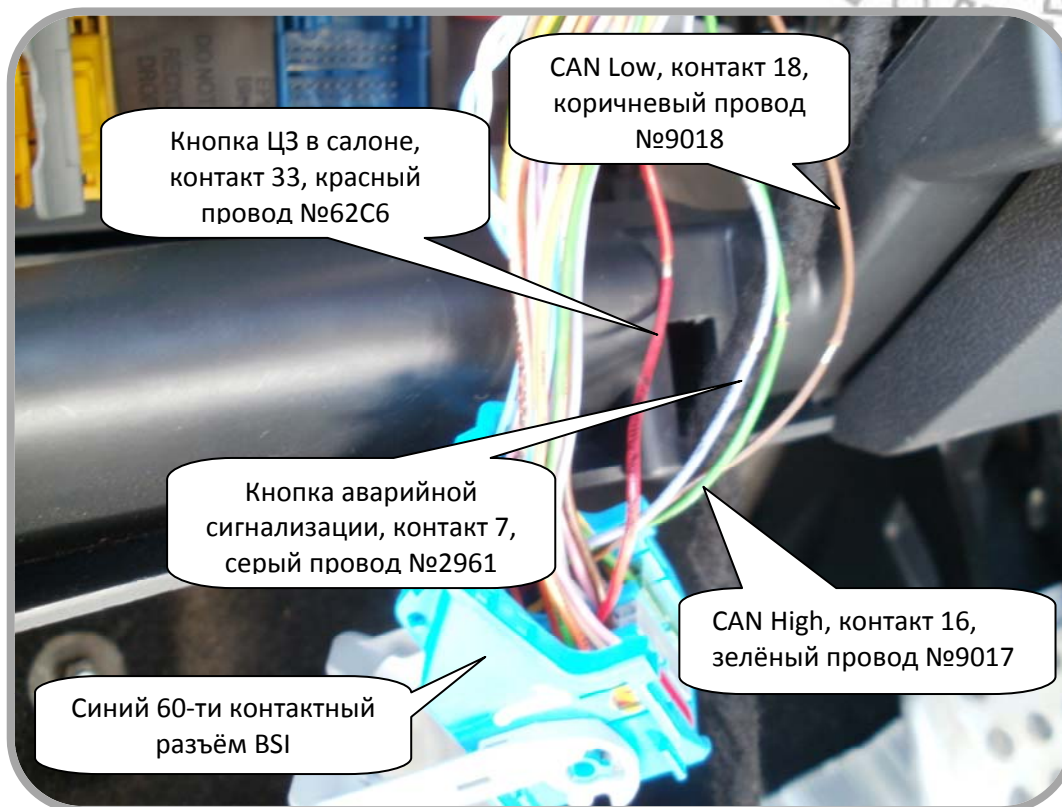

Рис. 2: Подключения к CAN шине BODY, аварийной сигнализации и управлению закрытием ЦЗ по кнопке.
- синий провод CAN-LOW разъема CN13 системы Scher-Khan Logicar 4 соединить с проводом CAN-LOW (коричневый провод №9018) контакта №18 синего 60-ти контактного разъема на блоке BSI (см. рис. 2).
Для управления аварийной сигнализацией предлагается использовать подключение дополнительного канала 7 разъема CN13 (белый провод) системы Scher-Khan Logicar 4. Его нужно соединить с серым проводом №2961 контакта 7 синего 60-ти контактного разъема BSI. Чтобы не было наложения моргания штатной аварийки и аварийки от системы можно установить функцию 2-1 в значение 2. (См. рис. 2).
На автомобиле с функцией бесключевого доступа для закрытия ЦЗ используется подключение к кнопке управления ЦЗ на центральной консоли автомобиля. Для этого черный провод разъема CN13 системы Scher-Khan Logicar 4 подключить к красному проводу 62C6 контакта 33 синего 60-контактного разъема BSI (см. рис. 2). Для открытия используется подключение к розовому проводу №84F0 контакта 19 желтого 60-контактного разъема BSI (подача «+» с помощью встроенного реле разъема CN4 системы Scher-Khan Logicar 4). См. схему 1 и рис. 3.